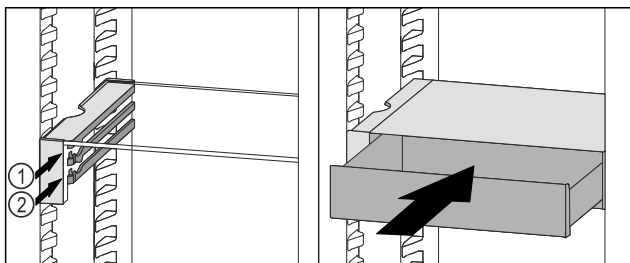

Fig. 139
- A VarioSafe-fiókot az ütközők mögött helyezze a kívánt bordára a Fig. 139 (1) vagy Fig. 139 (2) szerint.